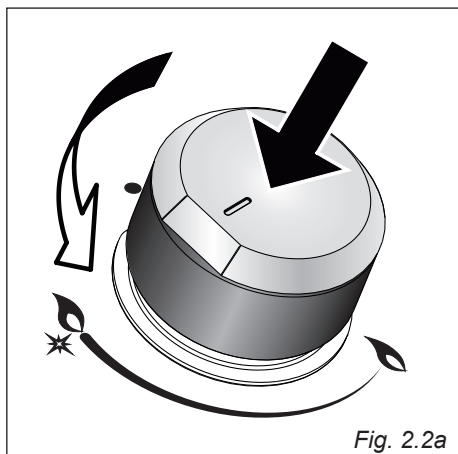

Fig. 2.2a
1. Pour allumer le brûleur, appuyer sur la manette et la faire tourner (fig. 2.2a ou 2.2b) jusqu'à la position de débit maximum "  " ou " 9 "; puis continuer à appuyer sur la manette jusqu'à ce que l'allumage se fasse.